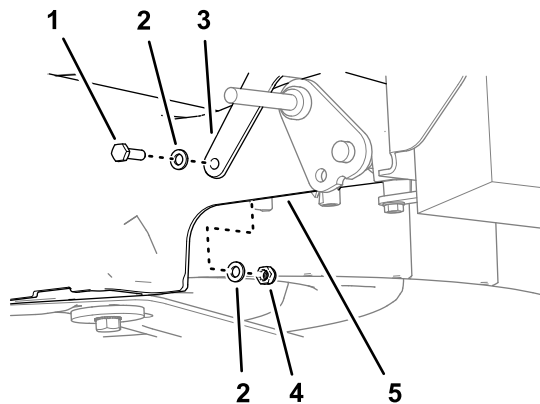

Рисунок 13
2. Прикрепите распорку щетки к деке газонокосилки (Рисунок 13) с помощью колпачкового болта (6 x 20 мм), 2 шайб (6 мм) и контргайки (6 мм).